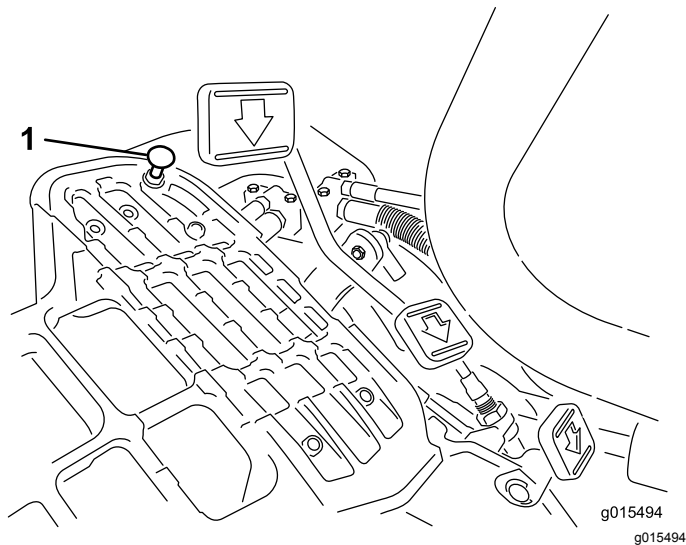

Figure 33
Pour obtenir la vitesse de transport maximale, placez le sélecteur de fonction en position de TRANSPORT et appuyez sur la pédale de déplacement. Si la pédale touche la butée (Figure 33) avant que la tension soit ressentie sur le câble, procédez comme suit :
1. Placez le sélecteur de fonction à la position de TRANSPORT et desserrez le contre-écrou de fixation de la butée au plancher (Figure 33).